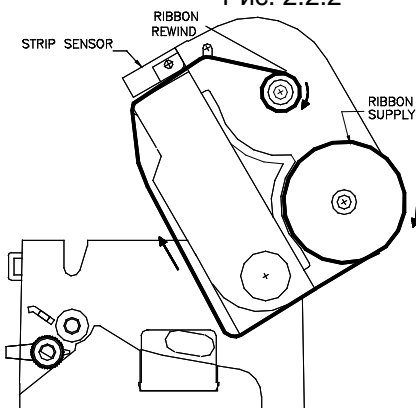

Рис. 2.2.4
9. Перевернуть главный блок. Передайте передний край новой ленты между блоком и датчиком полосы (часть 16), (см. рисунок 2.2.4)